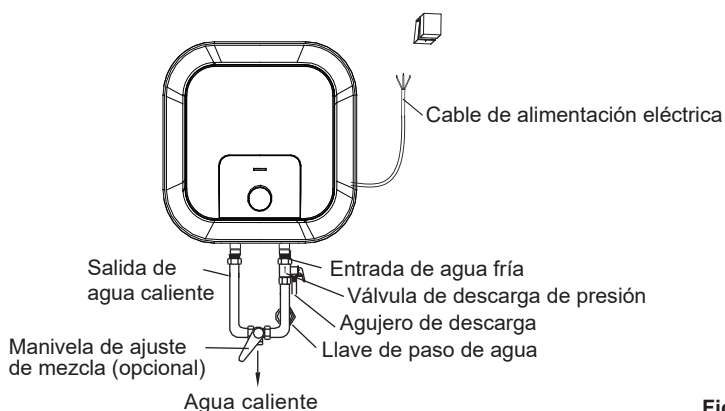

Figura 5
- ⑤ Si el baño es muy pequeño, el termocalefón puede ser colocado en otro lugar donde no se encuentre expuesto a la luz solar directa y/o a la lluvia. Tenga en cuenta que para reducir la pérdida de calor a través de los tubos y mangueras, el termocalefón debe instalarse lo más cerca posible de donde se vaya a utilizar el agua caliente.
- ① La dimensión de cada manguera es de G1/2"; para medir la presión (tanto de entrada y de salida) se debe utilizar la unidad Pa (Pascal), respetando los valores requeridos.
- ② La conexión de la válvula de descarga de presión del termocalefón debe realizarse en la entrada de agua fría.
- ③ Para evitar pérdidas al conectar las mangueras, coloque las juntas y anillos de goma en cada uno de los extremos roscados. Ignorar esto ocasionará fugas de agua y filtraciones (ver Figura 5).